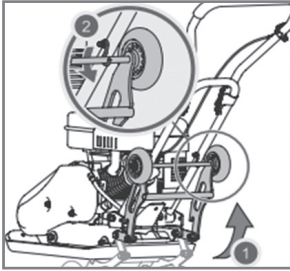
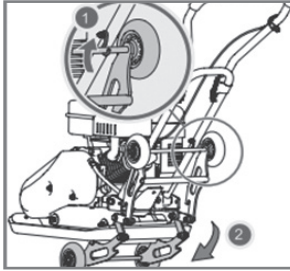

Рис. 5 Установка транспортировочной тележки в нерабочее положение
Рис. 6 Использование транспортировочной тележки
- Установите транспортировочную тележку в нерабочее положение. Поднимите её вверх (шаг 1 на Рис. 5) и зацепите за крючки (шаг 2 на Рис. 5). Для транспортировки виброплиты, установите тележку как показано на Рис.6